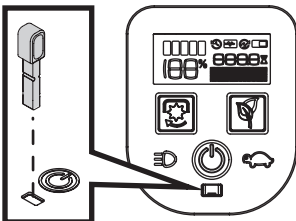

Figura 16
2. Interruptor de llave: El interruptor de llave se encuentra en la parte inferior del VCM y enciende el VCM cuando la llave está totalmente insertada. El tractor únicamente se encenderá si la llave está totalmente insertada y el botón ENCENDIDO/APAGADO está presionado. Al quitar la llave, el tractor se apaga (Figura 16).